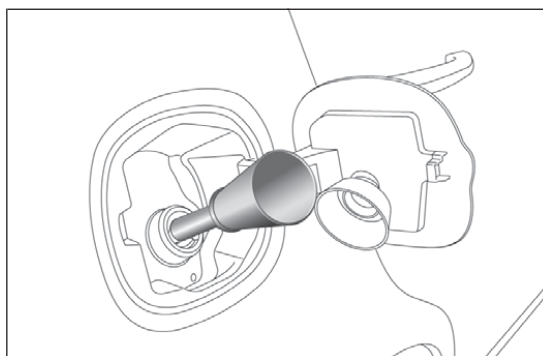

Abb. 129
- Das Passtück wie in Abb. 129 gezeigt einsetzen und Auftanken;